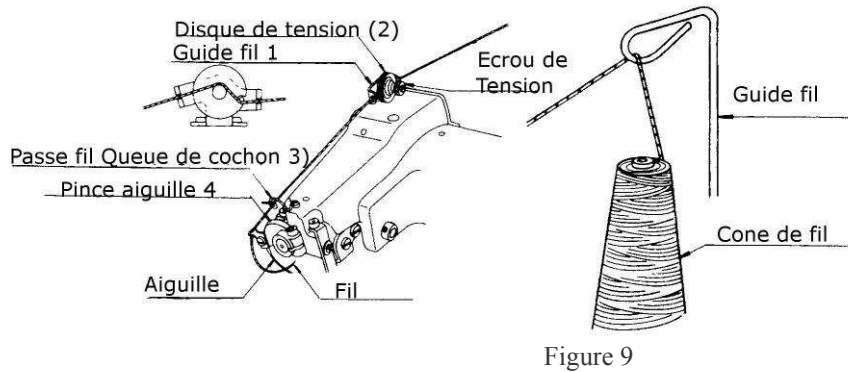

Figure 9
5. Enfilage (Fig.9 à 12).....	- 7 -
5. Enfilage (Fig.9 à 12)
A. En cas d'utilisation de cône de fil, le placer sur le centreur plastique (Fig.9)
C. Pour réaliser un enfilage correct, suivre exactement le trajet du fil suivant figure 9
Après le guide fil , et avant de passer le fil dans le système de tension , le passer avant dans le trou à l'arrière du guide fil (1), ensuite passer le fil entre les deux disques de tensions comme indiqué figure 9, puis passer le fil dans le trou avant du guide fil et enfin dans le guide fil du porte aiguille (4)